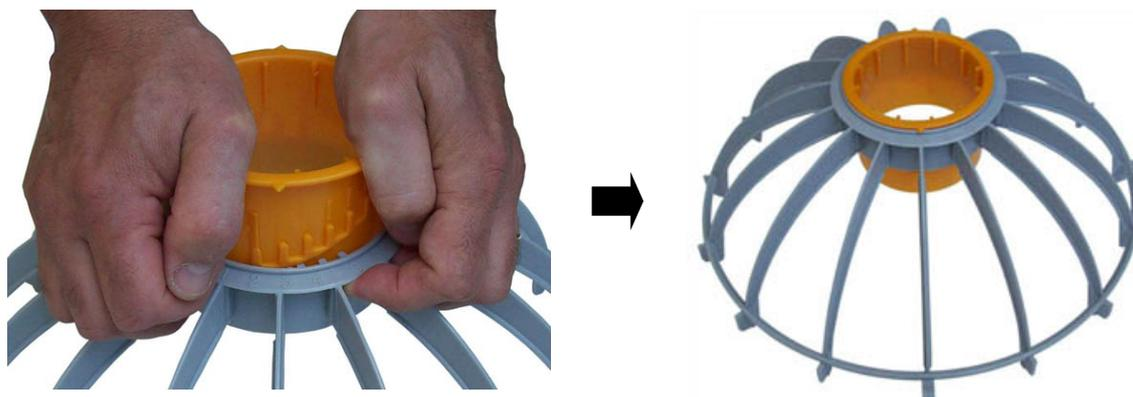

Figura 01: Aro ya insertado en la rejilla
- 02- Sobre una superficie plana, tomar firmemente el aro y presionar hacia abajo hasta que quede calzado en la rejilla, como muestra la figura 01.